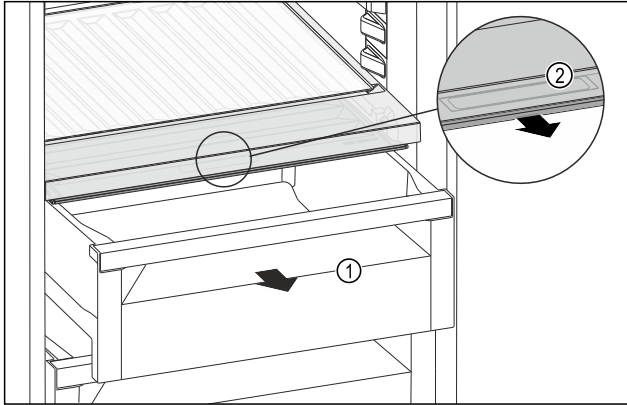

Fig. 173
- Retirer le tiroir Fig. 173 (1).
- Saisir la poignée encastrée Fig. 173 (2) du couvercle du compartiment et tirer le couvercle du compartiment par l'avant.